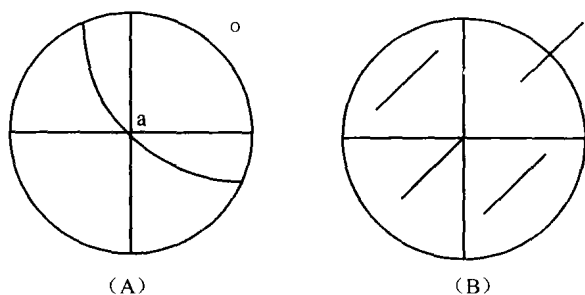

图 1-3 中心偏差较大时,校正中心示意图
(6)如果中心偏差很大,转动物台,质点 a 由十字丝交点转出视域之外,此时来回转动物台,根据质点 a 运动的圆弧轨迹判断偏心圆圆心 O 点所在方向(图 1-3)。同时调整两个中